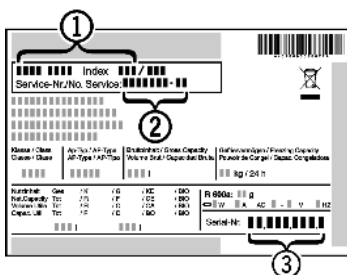

Fig. 18
▶ A készülék megnevezését Fig. 18 (1), a készülék megnevezését Fig. 18 (1), a szerviz- Fig. 18 (2) és sorozatszámot Fig. 18 (3) a típustábláról olvassa le. A típustábla a készülék belsejében baloldalon található.
▶ Értesítse a vevőszolgálatot a hibáról, és adja meg nekik a készülék megnevezését Fig. 18 (1), a szerviz- Fig. 18 (2) és a sorozatszámot Fig. 18 (3).